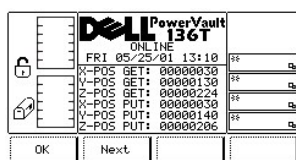

図 17. Status >Library > Slot > Reserved Slot ダイアログ
- 1 Next ソフトキーの下にある ボタンを選択すると、予約済みスロットダイアログが表示されます。図 17を参照してください。